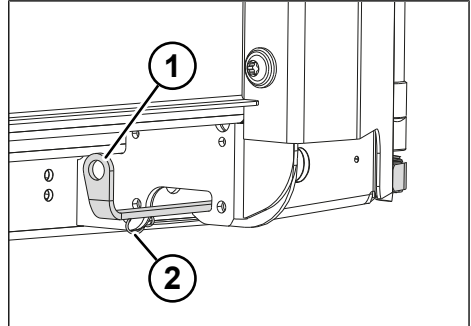

Abb. 6-25: Spannhebel Ausführung 1
- ▶ Sicherungshaken einhaken (siehe "Abb. 6-25: Spannhebel", S. 80).